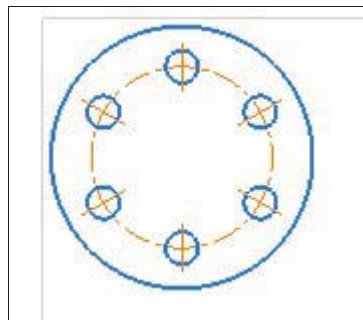

Рис. 13.17. Построение
- ◆ для завершения процесса простановки центров нажмите кнопки **Создать объект** и **Завершить**. У вас должно получиться как на рис. 13.17.